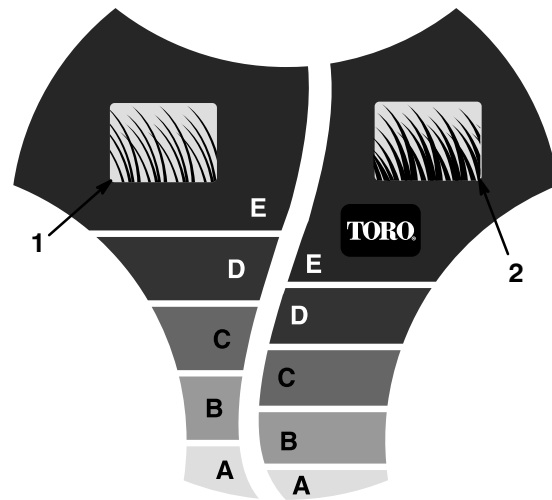

Abbildung 12
Die SmartWheel-Vorrichtung hat zwei Schneidskalen — *SPARSE/NORMAL* (spärlich/normal) und *LUSH* (üppig) — zur Sicherstellung der optimalen Schnitthöhen-einstellung bei allen Mähbedingungen (Abb. 12). Die *SPARSE/NORMAL*-Skala wird während der warmen Sommersaison für die Mehrzahl der Mäharbeiten verwendet. Die *LUSH*-Skala ist für dickes, feuchtes, saftiges Gras gedacht, das meistens im Frühling wächst.
1. Bevor der Motor gestartet wird, den Rasenmäher auf das Gras schieben. Den Rasenmäher nicht weiter schieben, wenn die Buchstaben an der *SmartWheel*™ - Konstruktion am linken Hinterrad aufrecht stehen (Abb. 12).
2. Die Spitzen der Grashalme mit den Buchstaben an der *SmartWheel*-Konstruktion (Abb. 12) vergleichen. Der Buchstabe an der *SmartWheel*-Vorrichtung, der den Spitzen der Grashalme entspricht, ist die richtige Schnitthöhe.